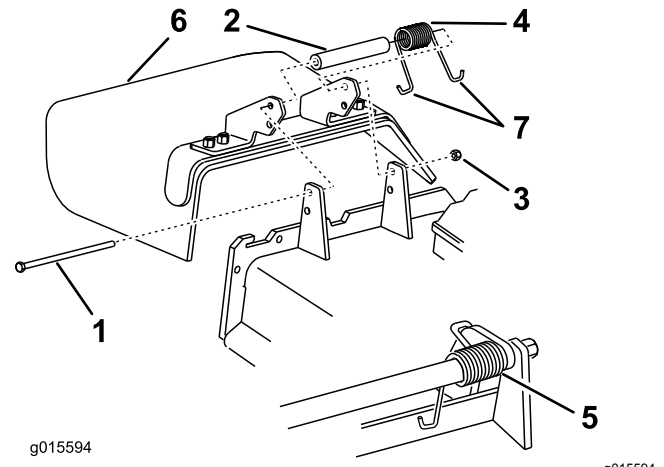

Figure 100
- Retirez le contre-écrou, le boulon, le ressort et l'entretoise qui fixent le déflecteur aux supports de pivot (Figure 100).
Remarque: Prenez soin de placer une extrémité en J du ressort derrière le bord du tablier avant de mettre le boulon en place, comme montré à la Figure 100.
- Remettez le boulon et l'écrou. Accrochez une extrémité en J du ressort au déflecteur d'herbe (Figure 100).